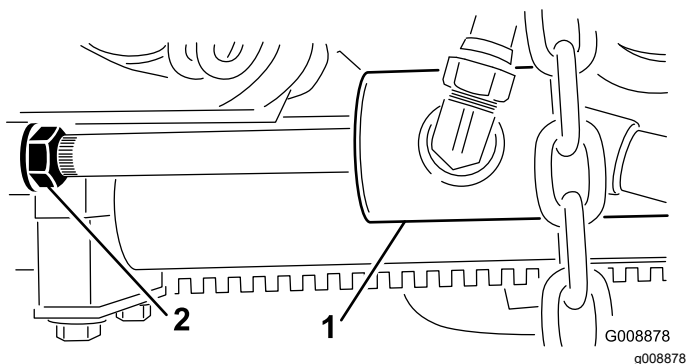

Bild 29
2. Lösen Sie die Kontermuttern an der Zylinderstange (**Bild 29**).